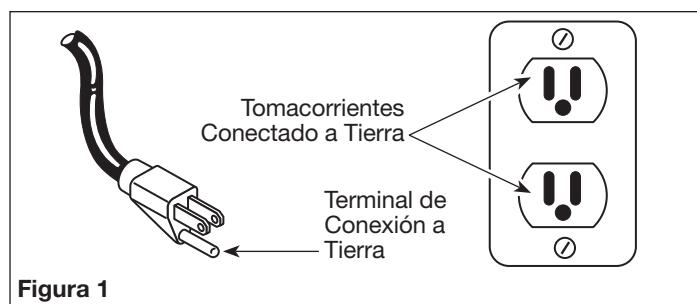

Figura 1
- Este producto está diseñado para circuitos nominales de 120 voltios y tiene un enchufe para conexión a tierra similar al de la Figura 1. Cerciórese de conectarlo a un